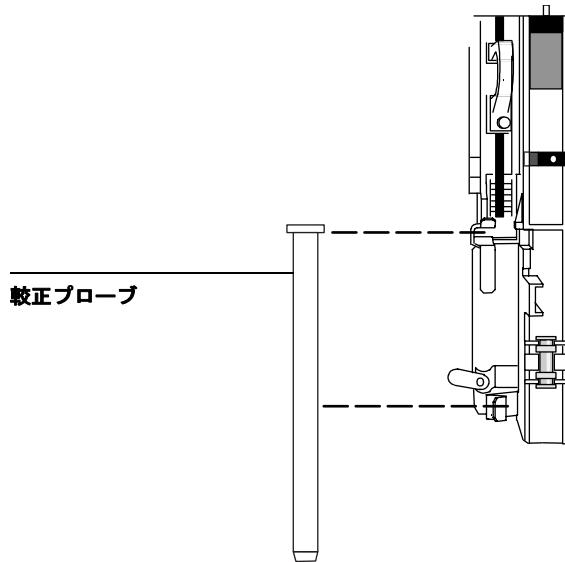

図63 較正プローブを取り付ける
- 9 インジェクタが停止し、4つのインジケータライトがすべて点滅するときには、シリジキャリアに較正プローブを取り付けます。プローブを取り付ける方法は、シリジの場合と同様です(図63)。